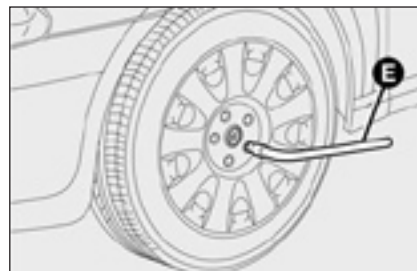

рис. 7
- ослабьте болты на колесе, которое необходимо заменить, **Е-рис. 7**; если установлены легкосплавные диски, толкните машину для ослабления посадки диска на ступице колеса.